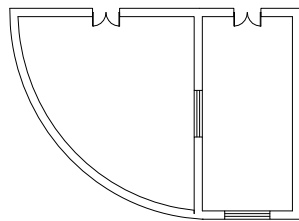

图 8-15 打开半径标注素材
**01** 按 Ctrl+O 组合键, 打开配套光盘提供的“第 8 章/8.3.4 半径标注.dwg”素材文件, 结果如图 8-15 所示。